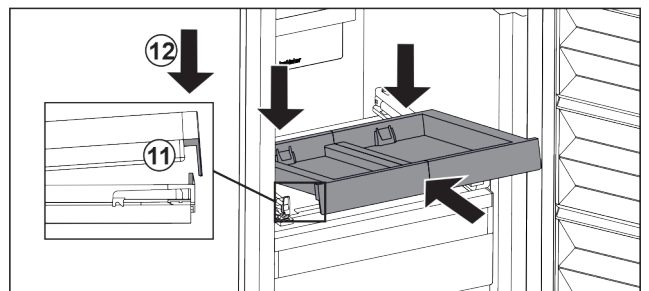

Fig. 55
- ▶ Schuin erin schuiven. Zorg ervoor dat de aanslag aan beide zijden achter de lip is. Fig. 55 (11)
- ▶ Uitschuifplateau aan voorzijde neerzetten. Fig. 55 (12)